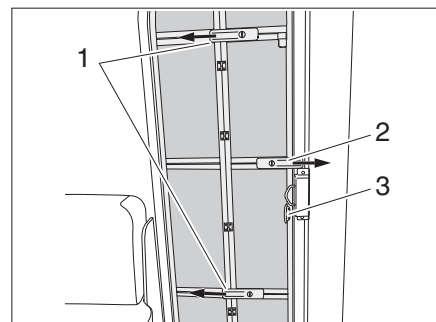

Fig. 42 Porte à moustiquaire, dépliée
- Déplier la moustiquaire et la verrouiller (Fig. 42,3).
- Pousser les rails (Fig. 42,1) dans le sens de la flèche pour la stabiliser.
- Fermer la porte à moustiquaire et complètement pousser le verrou (Fig. 42,2) dans le sens de la flèche.
- Déverrouiller la porte à moustiquaire. Pour ce faire, pousser les verrous (Fig. 42,1 et 2) contre le sens de la flèche.